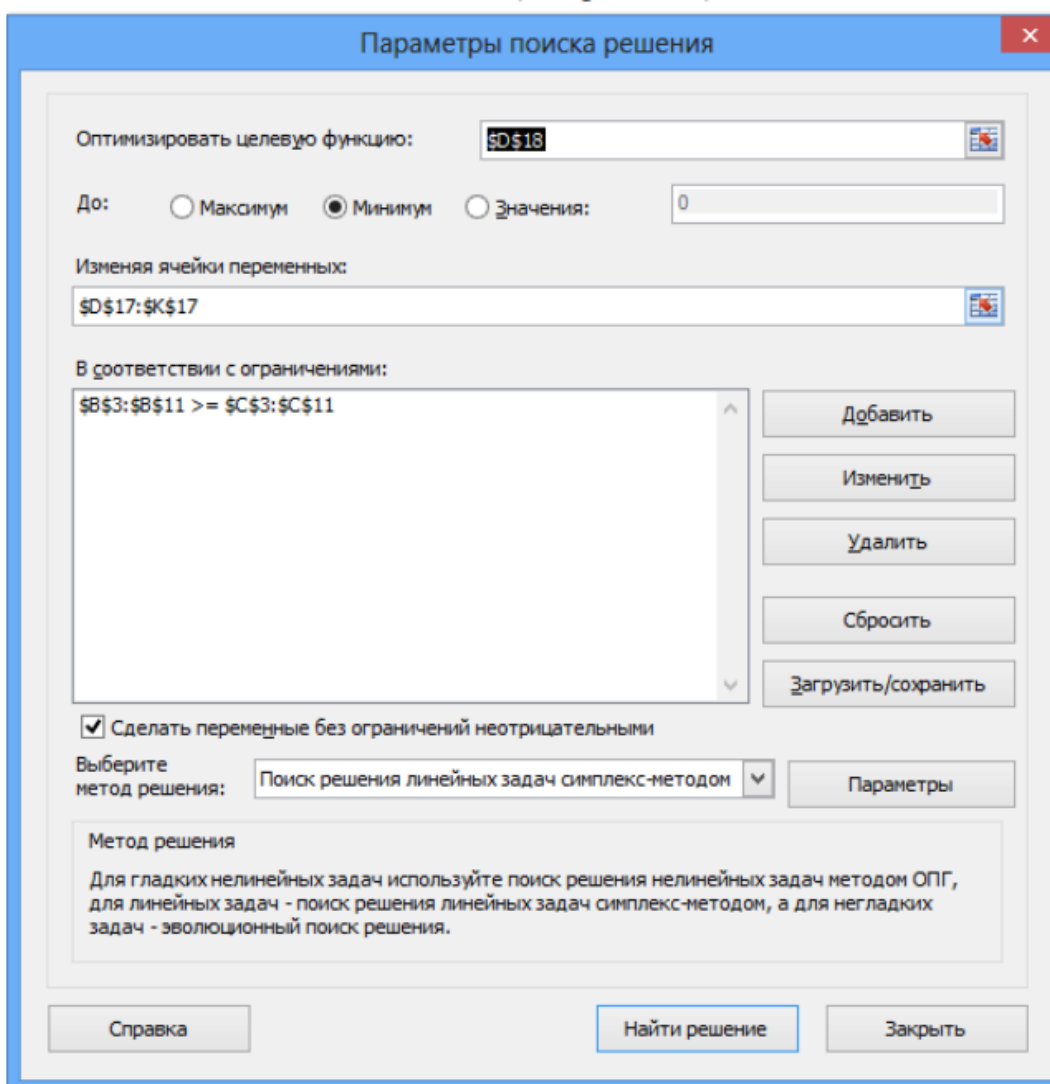

Рис.1.5
8. В появившемся окне «Параметры поиска решения» нужно выполнить необходимые установки (см. рис. 1.5).